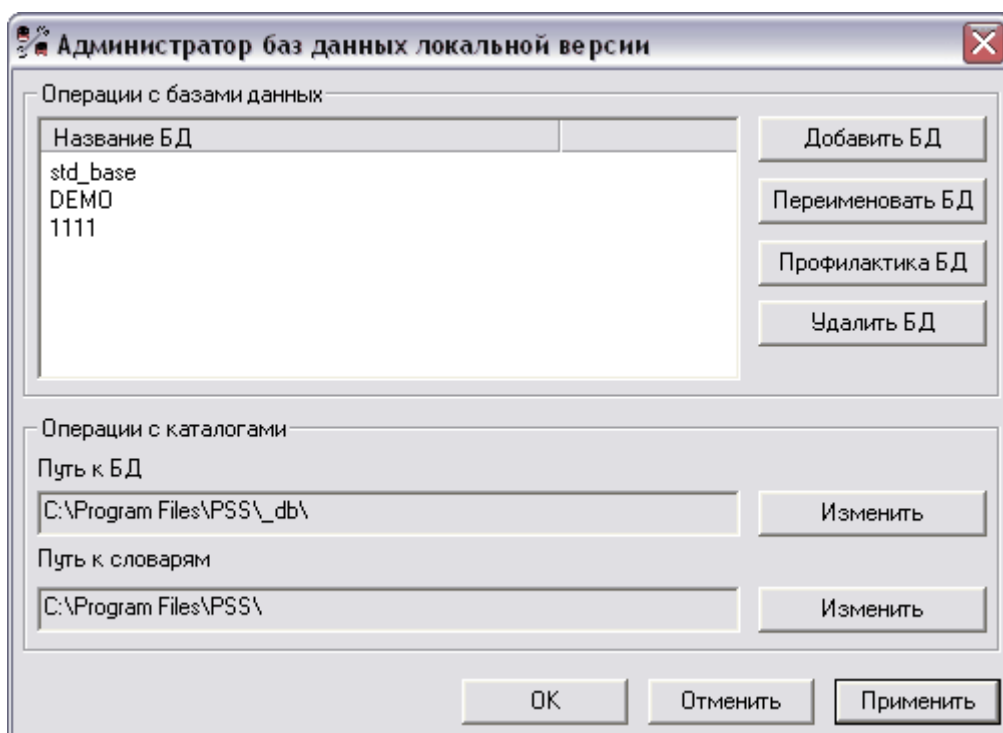

Рис. 3. Администратор баз данных локальной версии
2. После этого появится следующее окно (Рис. 3).